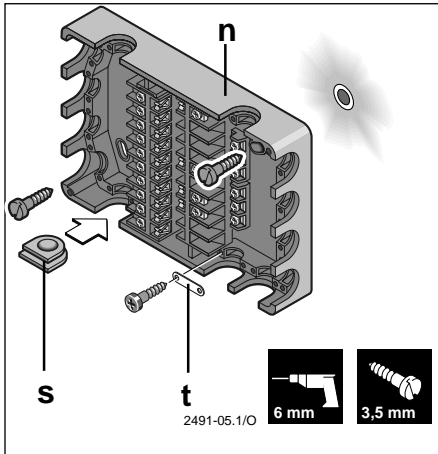
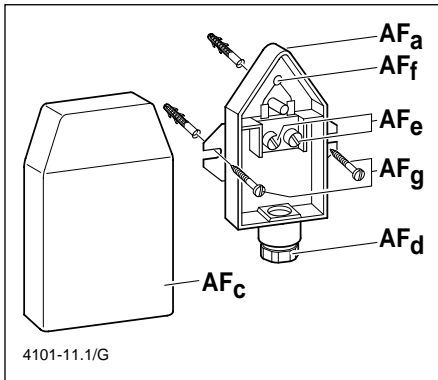

Bild 8
Bild 11
- Leitungen je durch eine Tülle (**s**) in den Reglersockel führen. (Bild 8)
- Leitungen durch Zugentlastungen (**t**) sichern (Bild 8).
- Die freigebliebenen Aussparungen mit je einer Tülle (**s**) verschließen (Bild 8).
5.2 Elektrischer Anschluß des Vorlauffühlers (VF) und des Mischerfühlers (MF)
- Kabel des Vorlauffühlers (VF) am Reglersockel Klemme 8 und 9 anschließen und wie oben beschrieben sichern.
- Kabel des Mischerfühlers (MF) am Reglersockel Klemme 9 und 10 anschließen und wie oben beschrieben sichern.
5.3 Elektrischer Anschluß des Außentemperaturfühlers (AF)
- Abdeckhaube (**AF_c**) des Außentemperaturfühlers entfernen (Bild 11).